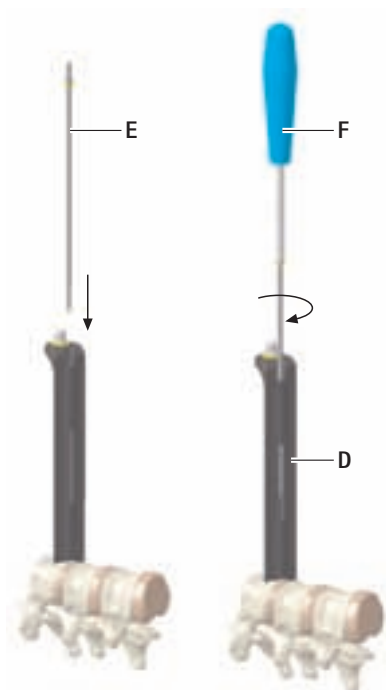

Fig. 1
- ▶ Inserir o parafuso **E** na lâmina **D** e apertá-lo, ver Fig. 1.